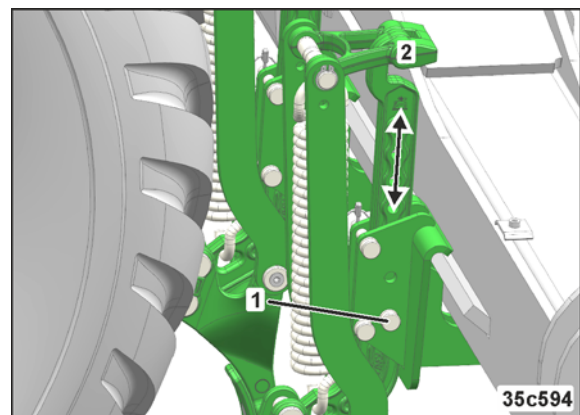

Fig. 207
1. Hold sporløsnere fast på håndtaget (Fig. 207/2).
2. Fjern bolten (Fig. 207/1).